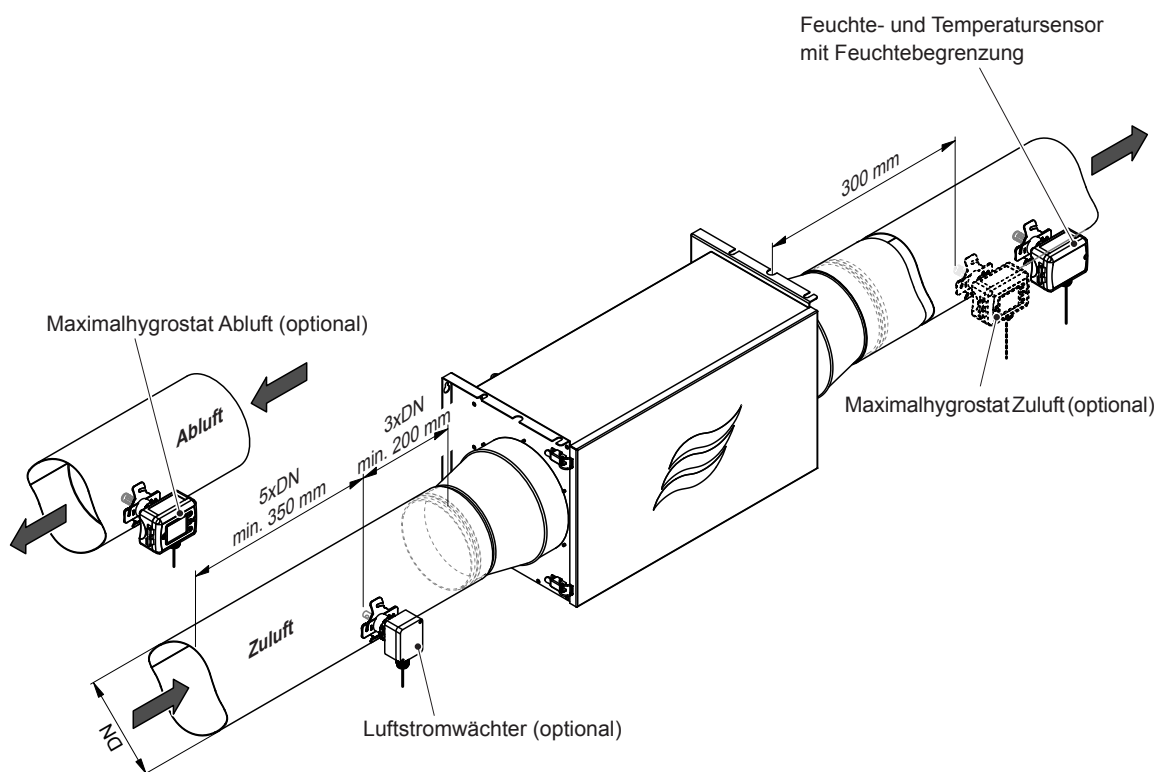
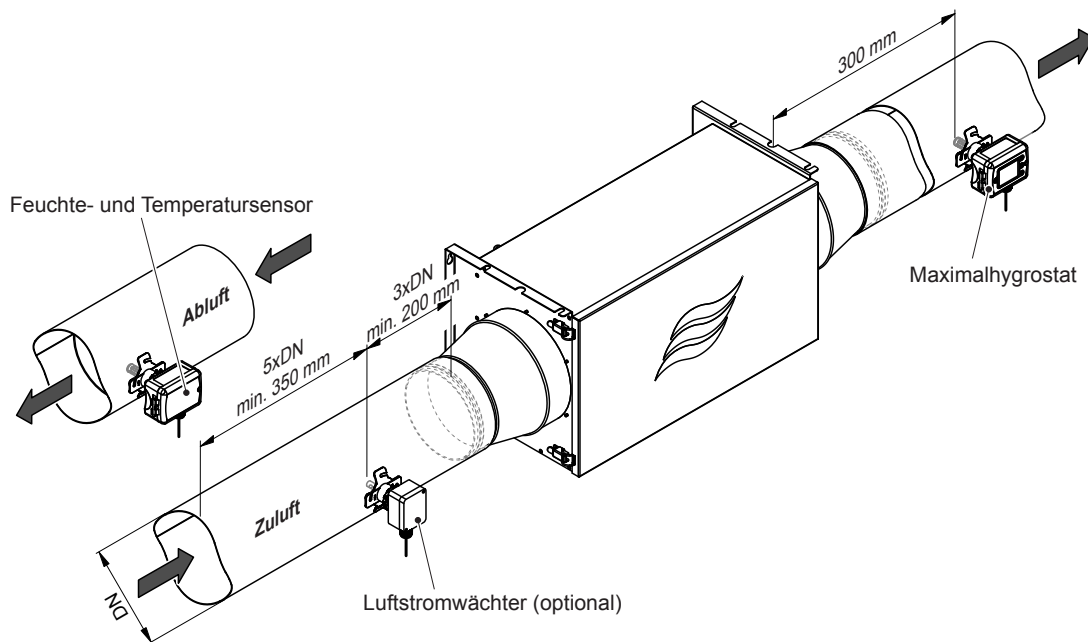

Abb. 31: Platzierung des Feuchte- und Temperatursensors und der Überwachungsgeräte bei Zuluftregelung
Abb. 32: Platzierung des Feuchte- und Temperatursensors und der Überwachungsgeräte bei Abluftregelung
1. Das Einführungsloch für den Sensor ($\varnothing 16$ mm) in den Lüftungskanal bohren (Platzierung siehe Abb. 31 oder Abb. 32).